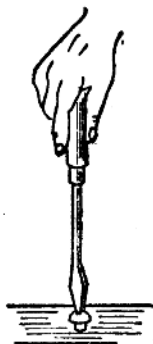

图2-2 螺钉旋具的使用
(1) 旋具要保持清洁，口端边平行良好，使用前应擦净旋具口端的油污，以免使用时滑脱。
(2) 所选用的螺钉旋具口端要和螺栓(钉)槽口相适应，大小合适，端口不得太薄或太厚，否则会损坏螺钉旋具或螺栓(钉)槽口。
(3) 使用时，以右手握持螺钉旋具，手心抵住柄端，要使螺钉旋具口与螺栓(钉)槽口垂直而吻合，如图2-2所示。在开始旋松或最后旋紧时，应用力将旋具压紧，再用手腕按需要扭转。当螺栓(钉)被旋松后，手心便可轻压螺钉旋具柄，用拇指、中指、食指快速扭转。如果使用较长的螺钉旋具时，可用右手压紧和转动手柄，左手握持螺钉旋具中间，以防不稳滑脱，保证使用安全。